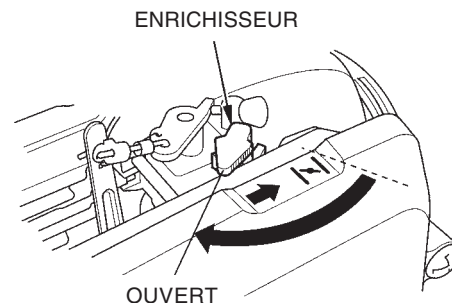

Figure 7. Enrichisseur
3. Fermer l'enrichisseur (figure 7) et placer l'accélérateur à la position **complètement ouvert**. Pour fermer l'enrichisseur, déplacer le levier de 90° dans le sens horaire. Par temps froid, démarrer la machine avec l'enrichisseur complètement fermé. Par temps chaud ou lorsque le moteur est chaud, la dameuse peut-être démarrée avec l'enrichisseur à moitié ou complètement ouvert.
5. Si le moteur ne démarre pas, placer l'enrichisseur (figure 7) à la position à moitié ouverte pour éviter de noyer le moteur.